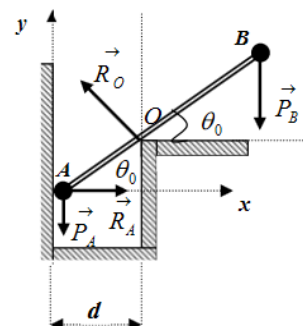

**Figure II.10**
**Exercice 04.** Soit le système, constitué de deux masses ponctuelles, liées entre elles par une tige homogène de longueur  $AB = L$  et de masse négligeable. Le système est soumis à deux liaisons sans frottement en A et O. on donne  $m_B = 3m_A = 3m$ , (Figure II.10).